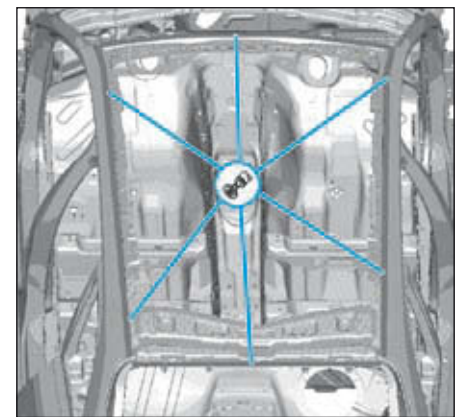

FIG.83
- Retirer les morceaux des tôles restant (Fig.83).